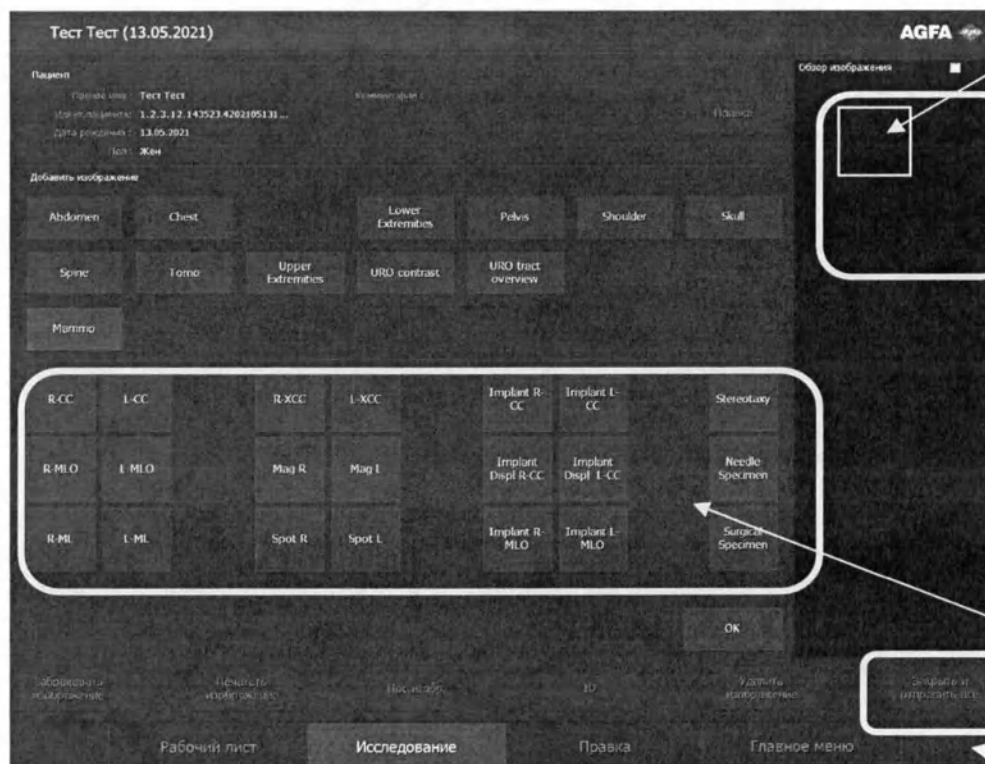

Рисунок 29
- выбрать необходимые проекции для данного исследования щелчком «мыши» (рис.29); все выбранные проекции отобразятся в верхней правой части окна; нажать **«OK»**;
После просмотра всех снимков исследования нажать **«ОК»** и кнопку **«заккрыть и отправить все»** (рис.29) - снимки исследования появятся на мониторе АРМ и сохранятся в сетевом накопителе.